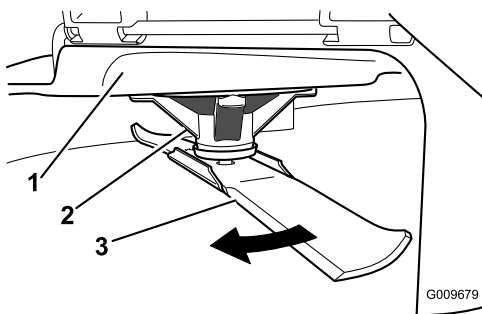

Bild 43
2. Tragen Sie dicke Handschuhe oder andere angemessene Handschuhe und drehen Sie das Messer, das Sie messen möchten, langsam in eine Stellung, in der das Messen des Abstands zwischen der Schnittkante und der ebenen Fläche der Maschine möglich ist (Bild 43).